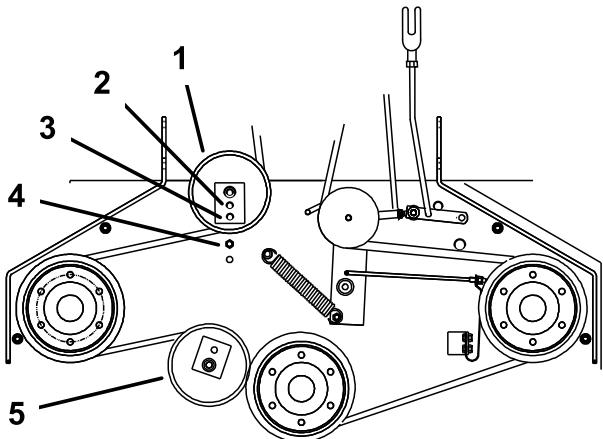

Bild 45
- 6. Wenn die Spannschraube nicht weiter eingestellt werden kann, und der Riemen noch lose ist, müssen Sie die hintere Spannscheibe in das mittlere oder vordere Loch versetzen (Bild 45). Verwenden Sie das Loch, mit dem Sie die richtige Einstellung erhalten.
- 7. Wenn die Spannscheibe versetzt wird, muss die Riemenführung versetzt werden. Versetzen Sie Riemenführung in die vordere Stellung (Bild 45).